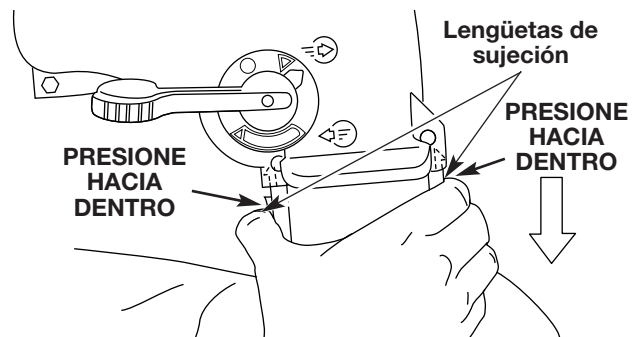

Fig. 20
2. Mientras presiona las lengüetas de sujeción a ambos lados del tubo de la bolsa del aspirador, saque la bolsa del aspirador hacia abajo de la unidad (Fig. 20).